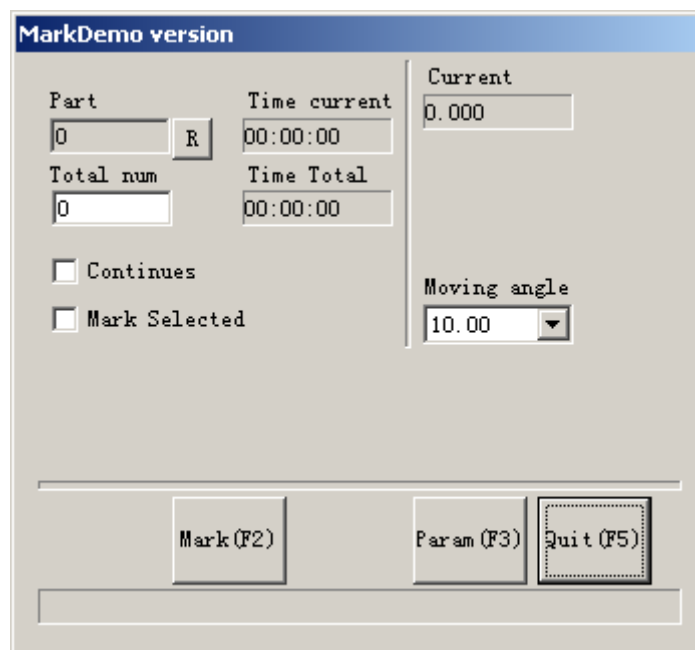

Рис. 8-5-4. Окно диалога круговой маркировки.
**4 этап:** нажмите пункт меню «**Rotary marking**» (круговая маркировка) Появится окно диалога, показанное на Рис. 8-5-4: